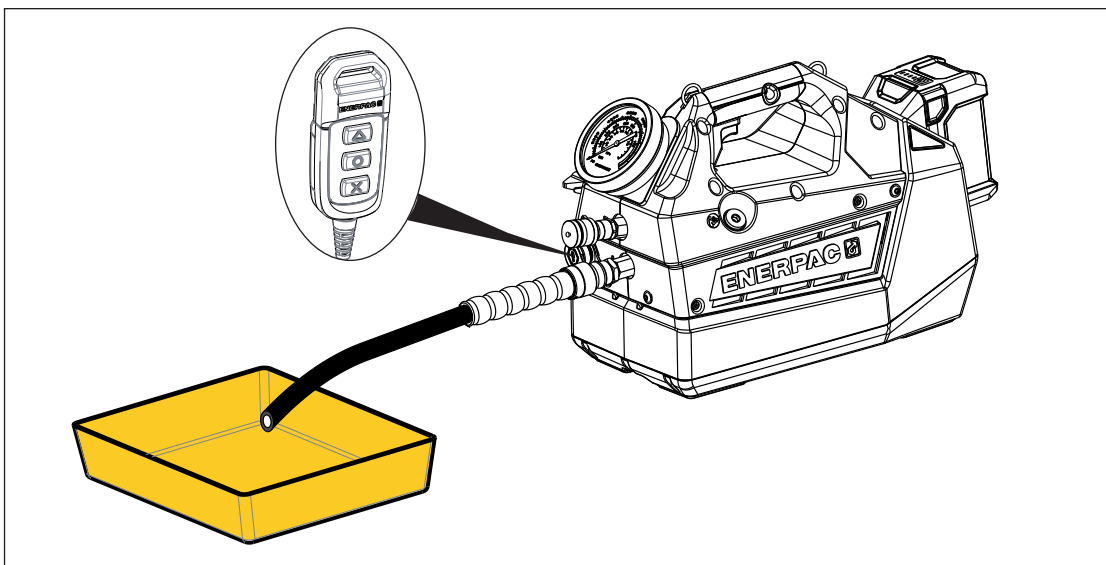

Figura 14: Drenaje del depósito hidráulico
3. Conecte una manguera con un extremo abierto en el puerto "A" de la bomba. Coloque el extremo abierto de la manguera en una bandeja o recipiente adecuado que sea lo suficientemente grande para recoger todo el aceite usado. Véase Figura 14.